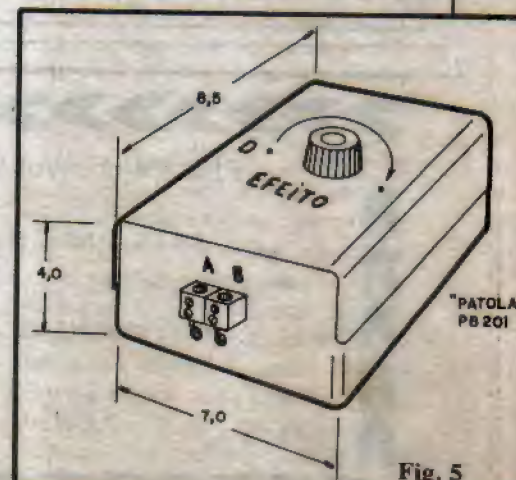

Fig. 5
- **FIG. 5** - Sugestão para o acondicionamento do circuito da LUFA num **container** padronizado (de fácil aquisição no varejo de Eletrônica). A caixa "Patola" indicada apresenta dimensões e forma plenamente compatíveis com a acomodação da plaquinha, devendo o potenciômetro ficar centrado na tampa (painel principal) da caixa, enquanto que os terminais de Saída podem ser instalados numa das laterais do **container**, conforme sugere a figura. A caixa recomendada é totalmente plástica, favorecendo a isolamento geral do circuito e a segurança do operador. Em qualquer caso, **NÃO** utilizar caixa metálica...